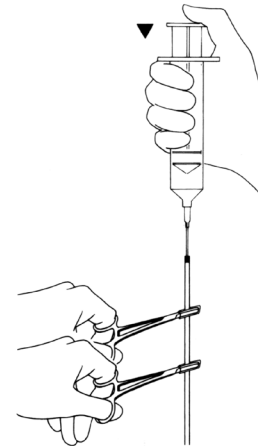

Abbildung 4-4e. Manschette abklemmen
11. Wenn Luft und Flüssigkeit entfernt und die Manschette ganz leer ist, wird der Manschettenschlauch (eine Einkerbung) 3 cm unterhalb der Nadel und auch 3 cm unter der ersten Gefäßklemme mit zwei mit Schlauchmaterial ummantelten Mosquito-Gefäßklemmen abgeklemmt (**Abbildung 4-4e**).